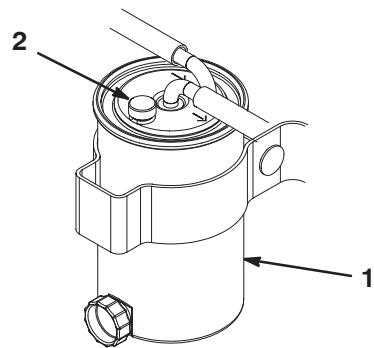

Figure 36
2. Ouvrez la soupape de respiration située sur le dessus de la cartouche jusqu'à ce que du carburant en sorte (Fig. 36).